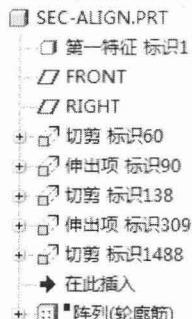

图 1-10 模型树
(1)【模型树】按顺序显示创建的特征，如图 1-10 所示。